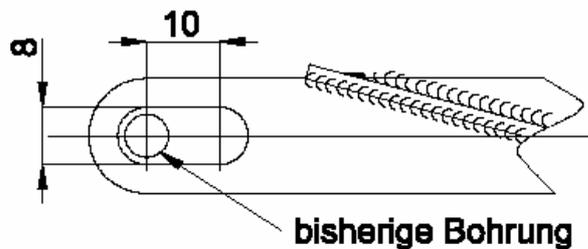

Abb. 12
6. Langloch in der Gabel der Fahrwerksantrieb-Koppelstange 10FW20 entsprechend Abb. 12 anbringen.